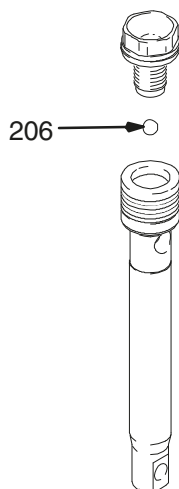

Fig. 10
Fig. 10. Breng de kogel (206) aan in de zuigerstang. Pas op dat als Loctite® op de schroefdraad van de zuigerklep wordt aangebracht er geen op de kogel terecht komt.